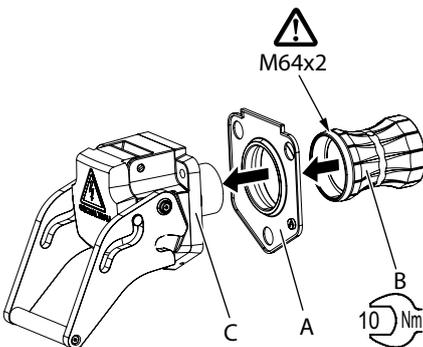

Abb. 26:
1. Vor der Montage Flanschdichtung (A) und Endgehäuse (B) vom losen Ende her auf die vorhandenen Kabelstränge auffädeln.
2. Flanschdichtung (A) auf das Dosegehäuse (C) aufschieben und entsprechend der Außenkontur des Dosenflansches ausrichten. (**Abb. 26**).
3. Endgehäuse (B) auf Dose (C) aufschrauben.